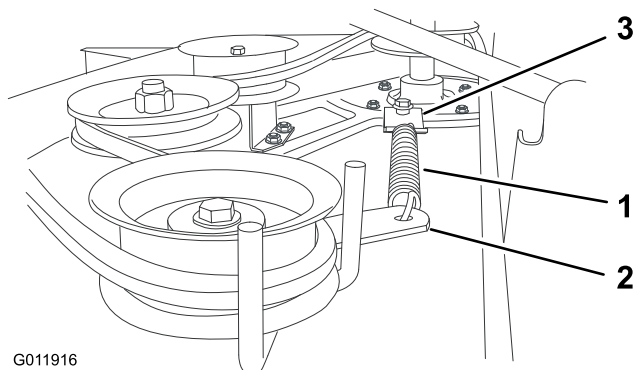

Figura 10
14. Enganche el muelle del brazo de la polea tensora en el soporte del cortacésped (Figura 10).